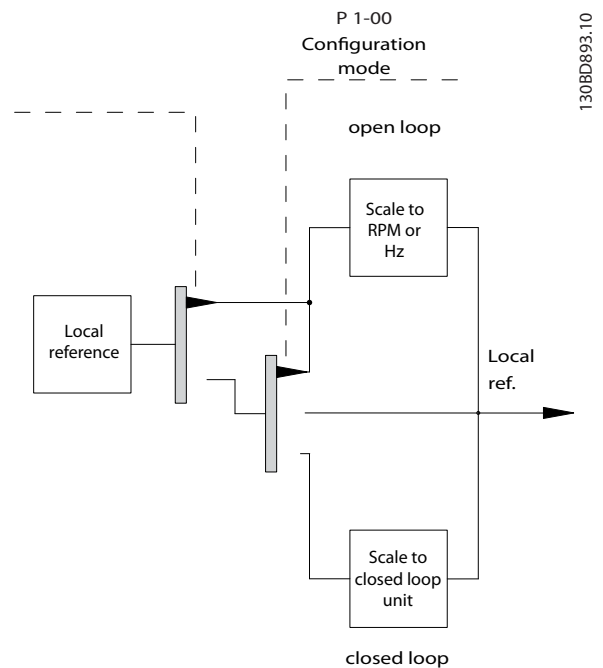

図 2.14 構成モード
- 図 2.14 はローカル速度指令信号用の手動構成モードを示します。